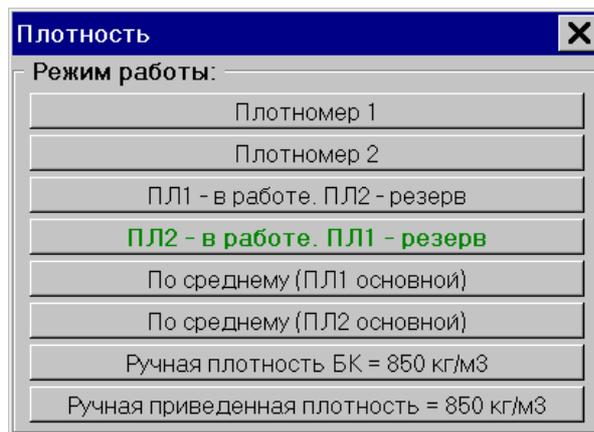

Рис. 18
3.5.9.4 Если датчик с резервированием, т.е. параметр определяется одновременно двумя однотипными датчиками, то окно выбора режима работы такого датчика будет иметь вид, изображенный на Рис. 18. Это относится к датчикам плотности, вязкости и влагосодержания.